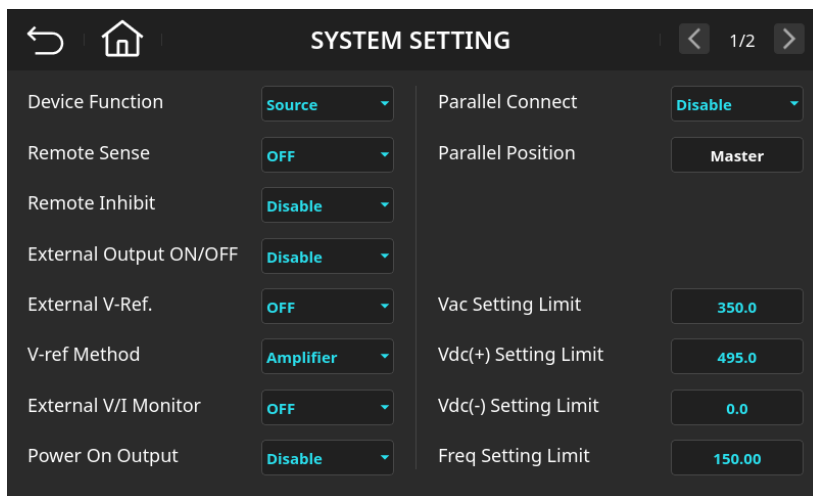

图 6-13 系统功能设定页面(Vdc(-) Setting Limit=0.0)
- 输入 **0** 后按下 **Enter** 键，数值变更成“0.0”，如图 6-13 所示。